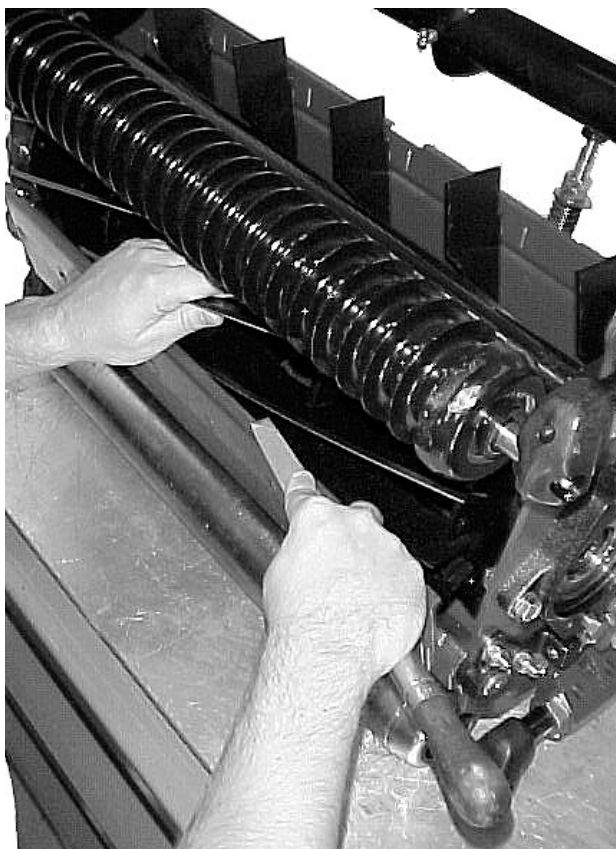

図 73
11. バックラップが終わると、ベッドナイフの前端にバリができる。刃先を削らないように注意しながら、このバリをヤスリで落とす(図73)。